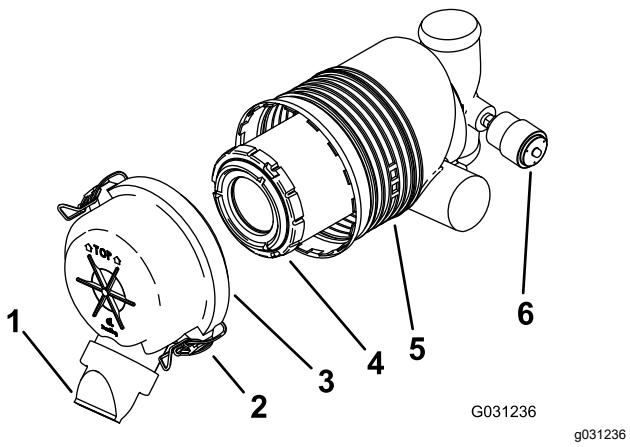

Figure 37
Important: Remplacez le filtre à air uniquement quand l'indicateur de colmatage est rouge (Figure 37). Changer le filtre à air prématurément ne fait qu'accroître le risque de contamination du moteur par des impuretés quand le filtre est déposé.
5. Ouvrez les dispositifs de verrouillage du filtre à air et détachez le couvercle du boîtier du filtre (Figure 37).
- Si l'indicateur de colmatage est transparent, reposez le couvercle du filtre à air, en orientant le capuchon protecteur vers le bas, et fermez les verrous (Figure 37).
1. Sortez l'élément filtrant du boîtier du filtre avec précaution (Figure 37).
3. Installez l'élément filtrant avec précaution (Figure 37).
4. Reposez le couvercle du filtre à air, le capuchon protecteur dirigé vers le bas, et fermez les verrous (Figure 37).